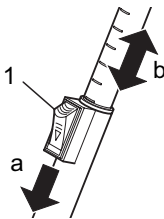

Abb. 4
4. Stellen Sie die Länge des Teleskoprohrs ein. Drücken Sie dazu die Teleskoprohr-Arretierung (Abb. 4/1) nach vorn (Abb. 4/a). Ziehen Sie dann das Teleskoprohr am Handgriff (Abb. 1/1) auf gewünschte Länge (Abb. 4/b). Zum Verriegeln lassen Sie die Teleskoprohr-Arretierung beim Ziehen los. Sie hören ein deutliches Klicken. Ihr Bodenstaubsauger ist jetzt einsatzbereit.